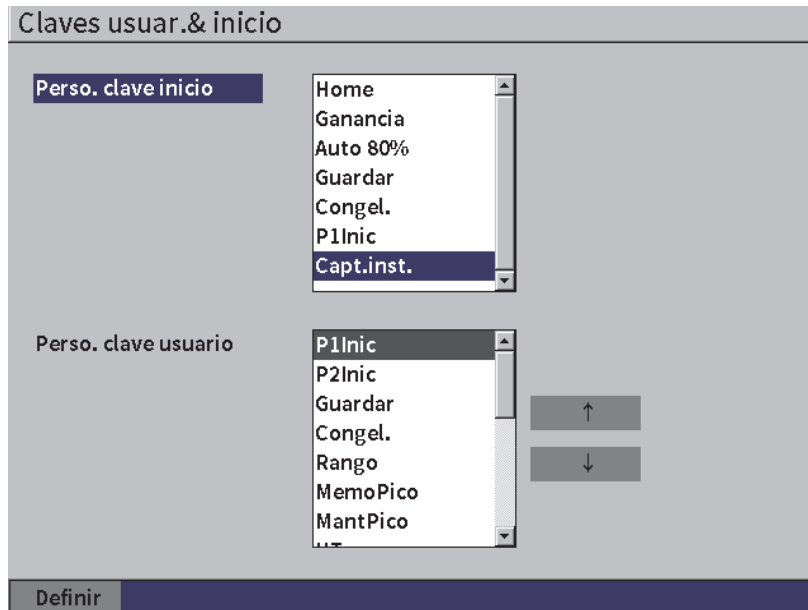

Figura 5-5 Página de configuración Claves usuar.& inicio
Es posible cambiar la acción de la secuencia de teclas SHIFT y TAB en la página de configuración **Claves usuar.& inicio**. Vea la Figura 5-5 en la página 59.
1. Abra la página de configuración **Teclas de usuario y de inicio** (vea la Figura 5-5 en la página 59)